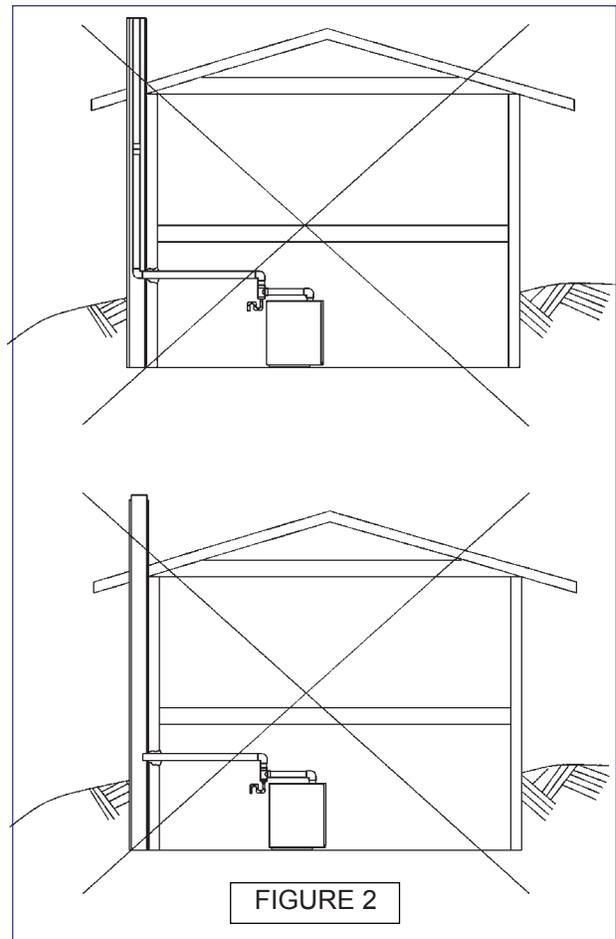

FIGURE 2
- C. Les tuyaux de ventilation et les raccords NE DOIVENT PAS passer dans, à travers, ou à l'intérieur d'un autre tuyau, tel qu'une cheminée en maçonnerie déjà existante ou une cheminée préfabriquée. (L'installation qui est recommandée est démontrée à la figure 1 en page 3, l'installation qui est démontrée à la figure 2 en page 3 n'est pas acceptable).